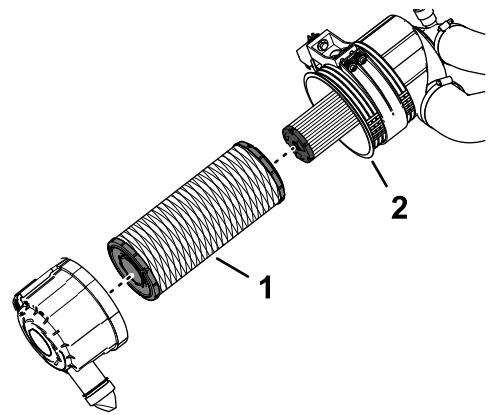

Figure 120
7. Retirez le préfiltre (Figure 120).